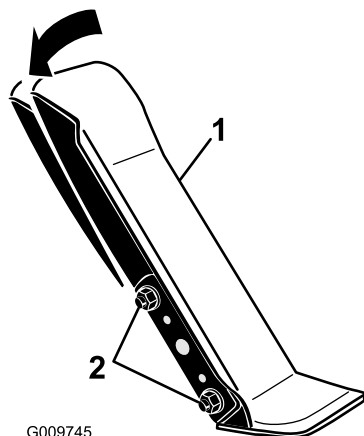

Bild 114
1. Lösen Sie die zwei Muttern und Schrauben, mit denen die linke Seite des Fahrpedals an der Halterung befestigt ist (**Bild 114**).
2. Drehen Sie das Pedal auf den gewünschten Winkel und ziehen Sie die Muttern fest (**Bild 114**).